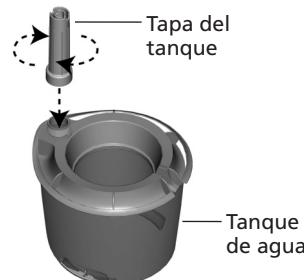

Figura 11
- Coloque de nuevo la tapa del tanque girándola hacia la derecha. Vea la figura 11.